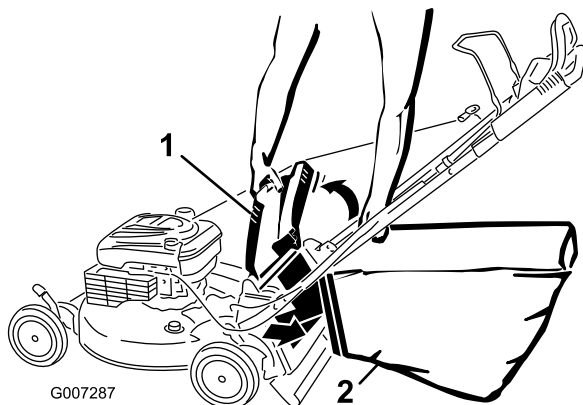

Figura 22
4. Cuelgue el extremo superior delantero de la bolsa de las muescas (Figura 22).